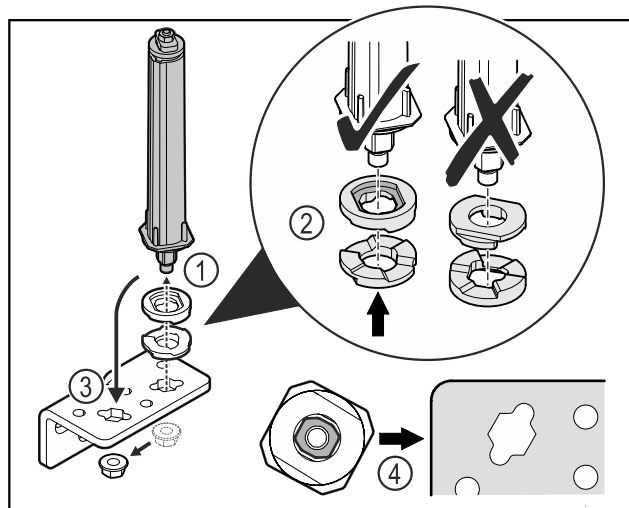

Fig. 28
- Desserrer l'écrou et retirer le système de fermeture de porte Fig. 28 (1).
- Veiller à ce que les rondelles de réglage de la hauteur soient correctement orientées Fig. 28 (2).
- Mettre le système de fermeture de la porte dans l'autre trou de l'équerre de charnière et le fixer avec l'écrou Fig. 28 (3).
- Lors de la mise en place, veiller à bien orienter le système de fermeture de porte Fig. 28 (4).